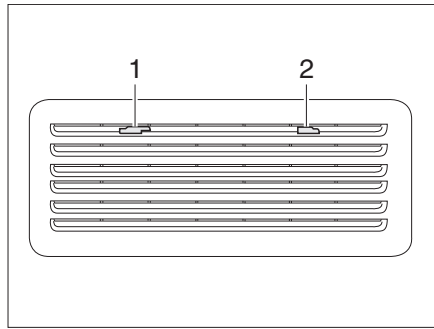
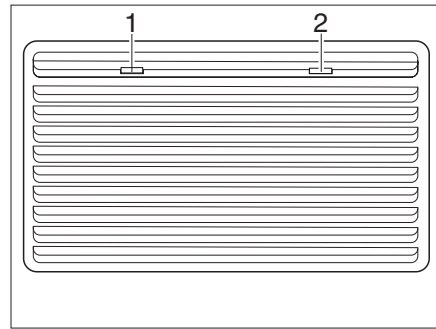

Bild 241 Kühlschrank-Lüftungsgitter (Thetford)
Bild 242 Kühlschrank-Lüftungsgitter (Thetford groß)
- Arretierungen (Bild 241,1 und 2 bzw. Bild 242,1 und 2) zur Mitte schieben.